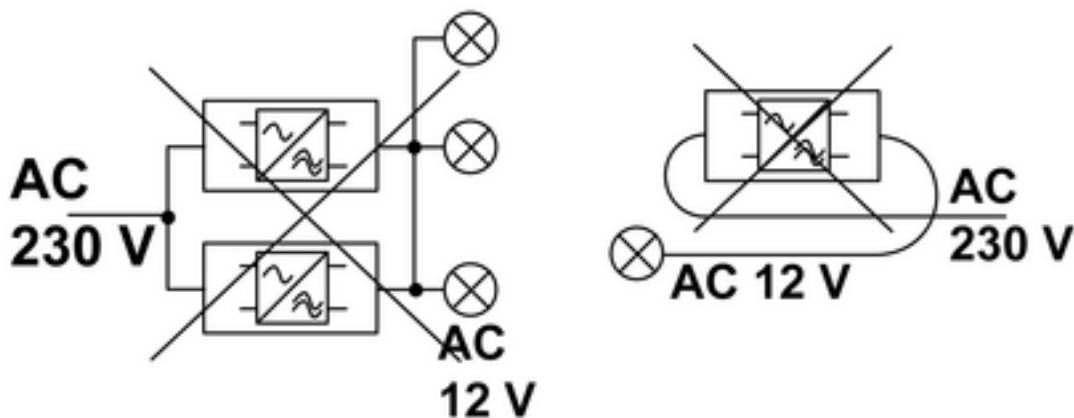

Figure 2
- i** Ne pas brancher le câble secondaire avec d'autres transformateurs (figure 2).
- i** Ne pas poser le câble secondaire parallèlement au câble secteur ou au transformateur (figure 2).